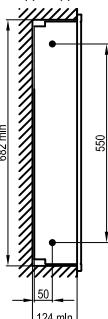

Рисунок 4 – Габаритные и установочные размеры металлокорпусов
Оперативная панель выполнена сборной, состоящей из торцевых (1) и линейных (2) модулей и крепежных клипс (3) (рисунок 4). На линейных модулях имеются окна для выхода модульной электроаппаратуры, в нижнее окно установлен заглушка (только для корпусов с двумя и более окнами).